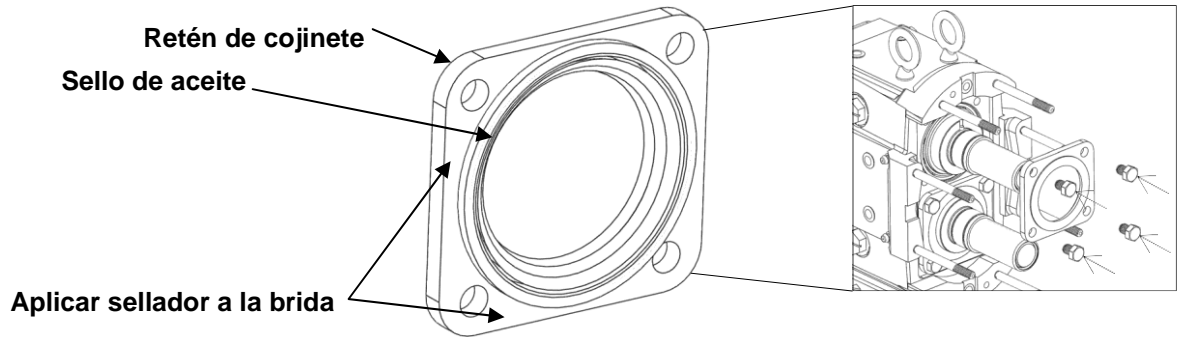

Figura 57: Instalación de retén de cojinete
6) Una vez alcanzada la holgura correcta de la cara posterior, llene todos los cojinetes con grasa a través de los accesorios de las almohadillas de montaje hasta que se note la grasa alrededor de los ensambles de cojinetes. Los ejes deben girarse durante este engrase inicial para distribuir la grasa uniformemente. Aplique una ligera película de lubricante a los diámetros interior y exterior de los sellos de aceite e instálelos en los retenes de los cojinetes. Aplique sellador de silicona a las bridas exteriores del retén del cojinete (Figura 57). Una vez aplicado el sellador de silicona, instale los retenes de los cojinetes y las placas de salpicadura en la caja de engranes. Use una calza de .004" para centrar correctamente las placas de salpicadura en los ejes para evitar el roce.